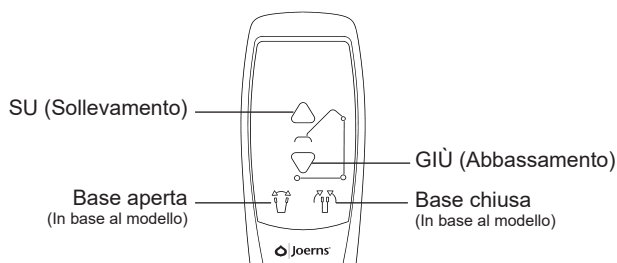

Fig. 9
7. Premere i pulsanti SU e GIÙ dell'unità di controllo per confermare le corrispondenti operazioni di sollevamento e abbassamento (Fig. 9).